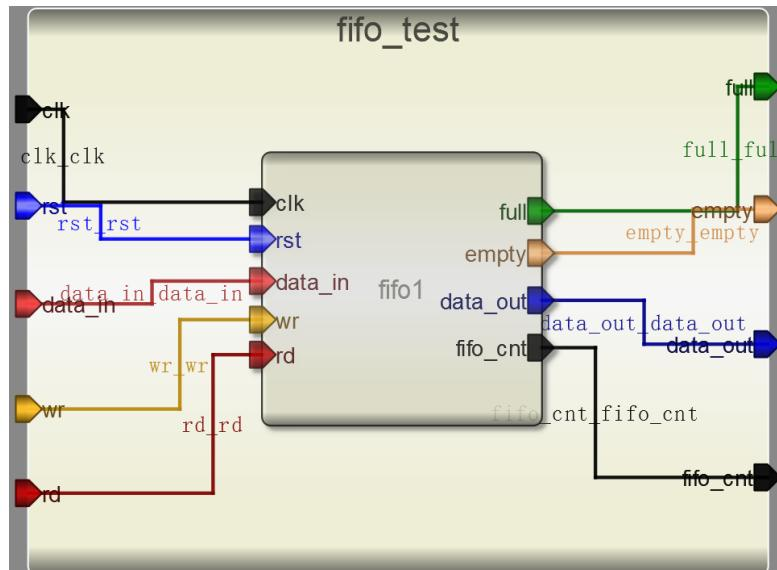

图5-1-8 连接引脚后的测试模块
(1) 新建一个模块。点击工具栏上的 图标，在弹出的对话框中参照图 5-1-8 进行设计。
(3) 另存为测试文件。点击工具栏图标，将测试文件保存到 fifo 模型所在的文件夹下。
(4) 加入模型。在 Toolbox 工具箱的 Current 栏里，会出现之前设计的 fifo 模型，单击该模型并在 fifo_test 上添加。
(5) 连接引脚。点击工具栏中的图标，或者选择菜单“Tool”中的“connect”，如图 5-1-8 所示连接引脚。完成连接的模块如图 5-1-8 所示。这个时候，注意查看连接线的颜色。如果鼠标要变回选择模式，点击图标。